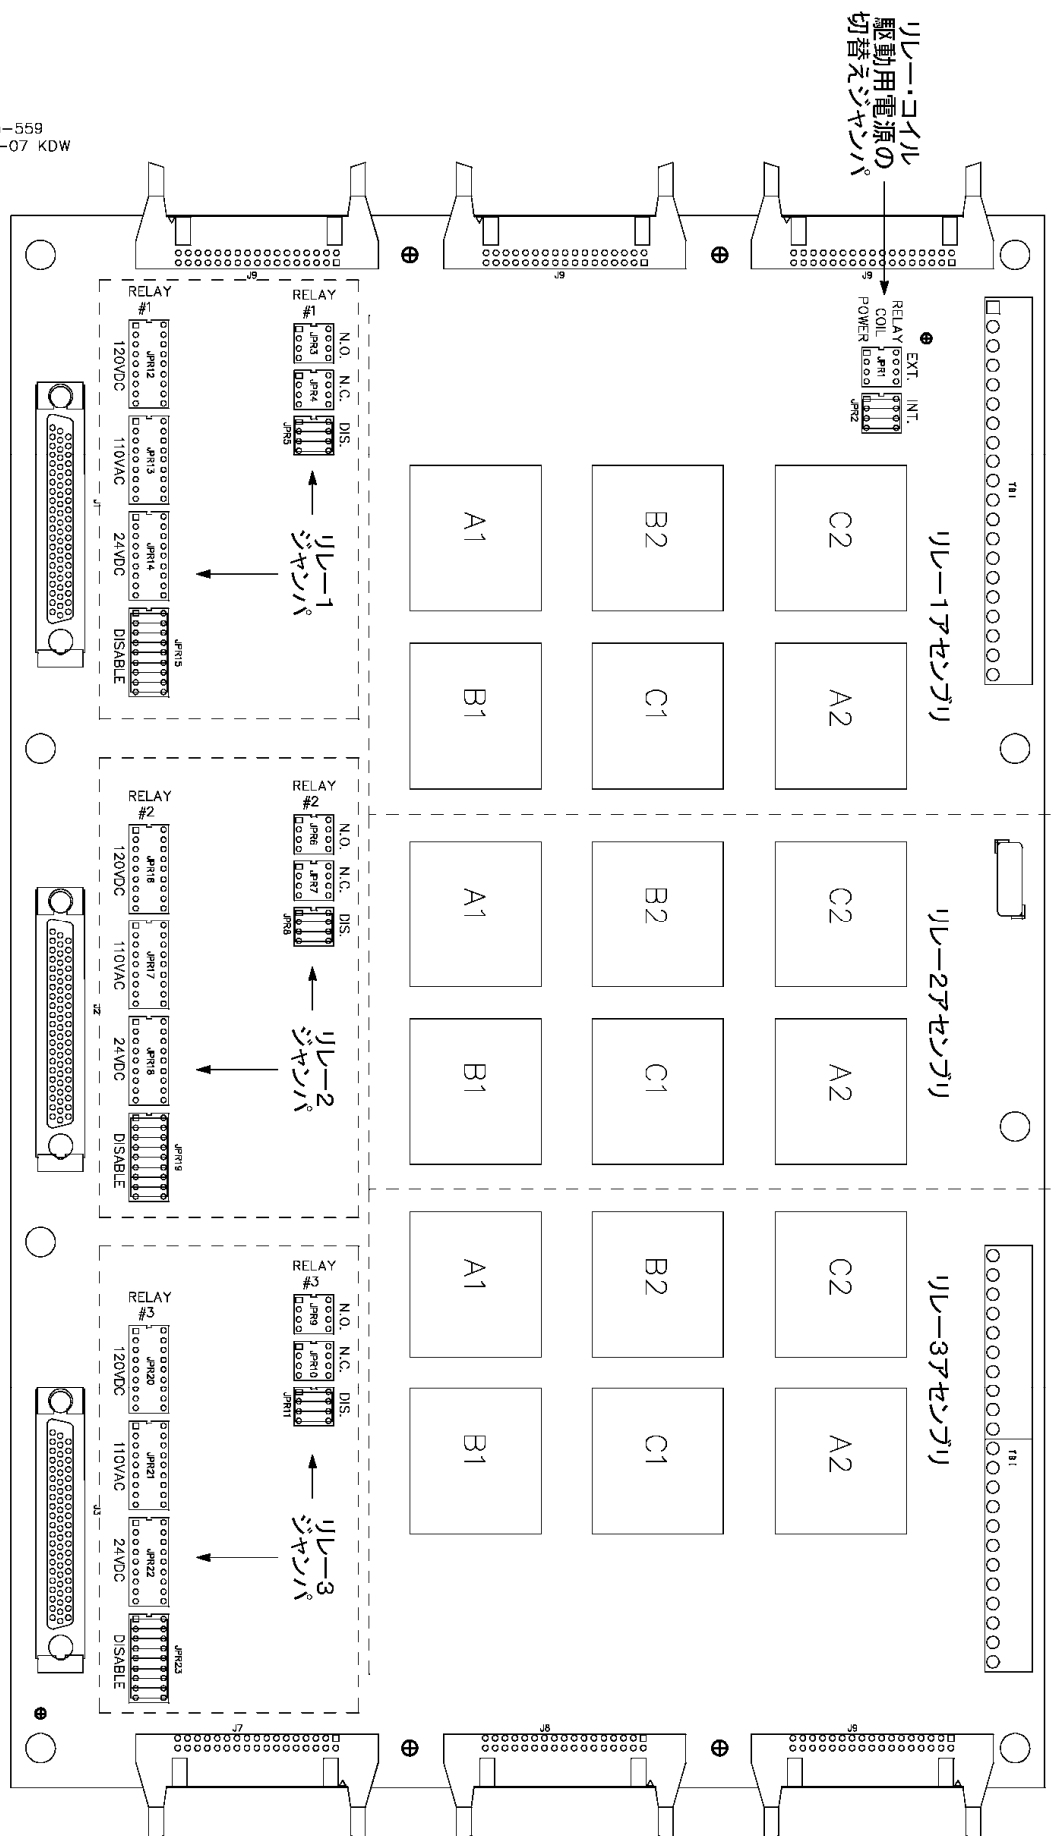

図 4-13. ジャンパとリレーの配置図
1. リレーの接点が接続される回路の電圧は、18-32 Vdc か 100-150 Vdc か 88-132 Vac のどれかである事を確認してください。回路の電圧が上記の範囲内ではない場合、リレー・ジャンパを「無効 (DISABLE)」の位置に装着して、リレー出力の潜在的故障検出の機能を無効にします。図 4-13 を参照してください。
リレーのジャンパによる切換え: DTM のリレーのコイルを駆動する為の電源は、5009 制御装置の電源出力を使用してください。DTM のリレーのコイルを駆動する電源には、(カーネル A、B、C の各系統の) 3 種類の電源のどれでも使用する事ができます。この 3 種類の電源は、(High Signal Select に構成された) ダイオードを通して共通の電源回路に接続されています。1 個の DTM には (1 個のパッケージに 4 個のジャンパが入った) ジャンパ・バンクが (2 個) 付いており、これでリレーのコイルに制御装置内部の電源を接続するか、外部の電源を接続するかを選択します。図 4-13 と 4-15 を参照の事。リレーのコイルを駆動する為の電源として外部の電源を使用しなければならない場合、リレー・コイルのジャンパを工場出荷時の INT の位置から EXT の位置に付け替えます。
(4 個の 9 連のジャンパからなる) 第 1 のジャンパ・バンクは、潜在的故障検出を行なう時に、リレーの動作テスト回路に対して正しい電源電圧を供給する為に使用します。(3 個の 4 連のジャンパからなる) 第 2 のジャンパ・バンクは、動作テストをするリレーが、ノーマル・オープンとノーマル・クローズドのどちらのタイプであるかを選択する為に設定します。運転中にテストできるのは、(ノーマル・オープンかノーマル・クローズドのどちらかの) 1 方のタイプのリレーだけです。動作テストを行なうリレー接点は、外部の装置を駆動するリレー接点と同じタイプの接点でなければなりません。図 4-13 を参照の事。ジャンパを正しい位置に装着する事によって、リレー接点の電圧が以下の 3 種類のどれかである時に、潜在的故障検出を行なう事ができます。